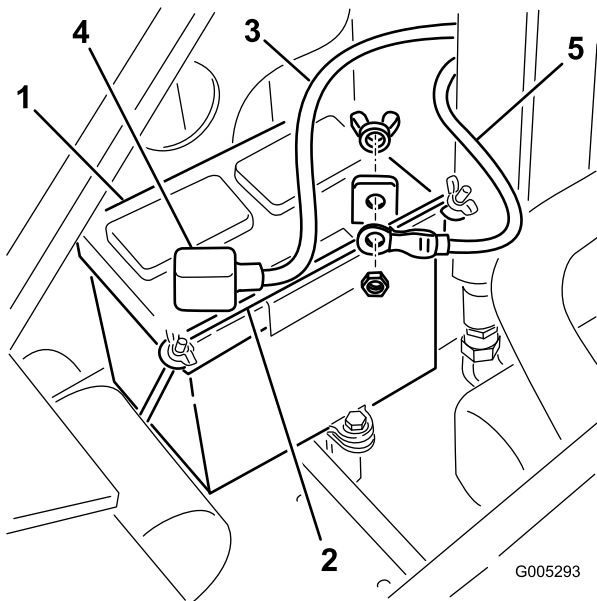

Bild 43
4. Entfernen Sie die Flügelmutter und Stange, mit denen die Batterie befestigt ist (Bild 43).
5. Klemmen Sie das (schwarze) Minuskabel vom Batteriepol ab (Bild 43). Bewahren Sie die Befestigungen auf.
7. Klemmen Sie das Pluskabel (Rot) vom Batteriepol ab (Bild 43). Bewahren Sie die Befestigungen auf.
1. Schließen Sie das Pluskabel (Rot) der Batterie mit den vorher entfernten Befestigungen am Pluspol (+) der Batterie an (Bild 43).
3. Schließen Sie das Minuskabel (Schwarz) der Batterie mit den vorher entfernten Befestigungen am Minuspol (-) der Batterie an (Bild 43).
4. Befestigen Sie die Batterie mit der Stange und den Flügelmuttern (Bild 43).